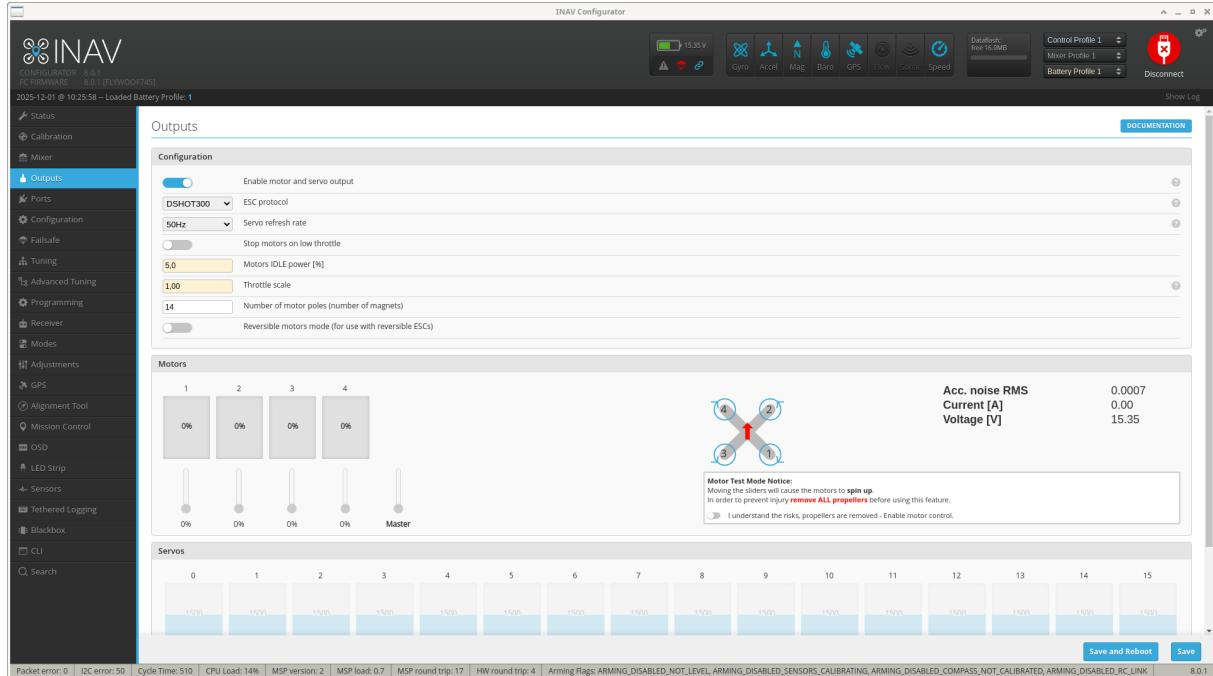

Figure 2.15: INAV Outputs Tab
4. In the *Outputs tab*, the motors are activated with the *Enable motor and servo output* option (see Figure 2.15). You should also ensure that **DSHOT300** is used as the *ESC protocol*. In addition, the *Motors IDLE power* can be set to 5% if a multicopter drone is used.
4. Im *Outputs-Tab* werden die Motoren aktiviert mit der Option *Enable motor and servo output* (siehe Abbildung 2.15). Außerdem sollte sichergestellt werden, dass **DSHOT300** als *ESC protocol* verwendet wird. Außerdem kann die *Motors IDLE power* auf 5% gesetzt werden, wenn eine Multicopter-Drohne verwendet wird.